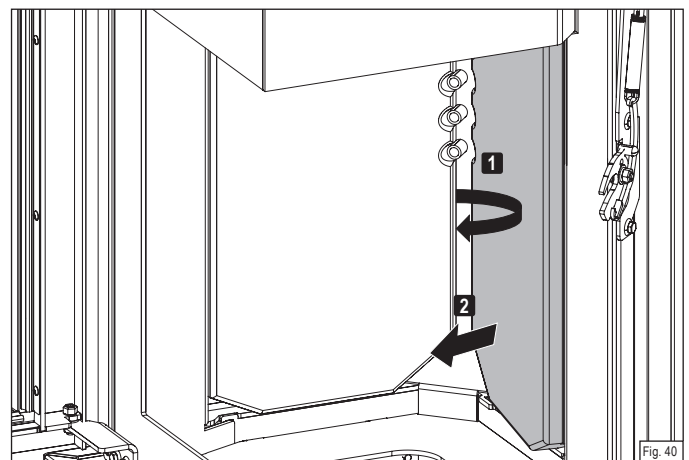

Fig. 40
- ▶ Tournez la pierre thermique de droite **1** et retirez-la du foyer **2**(Fig. 40).